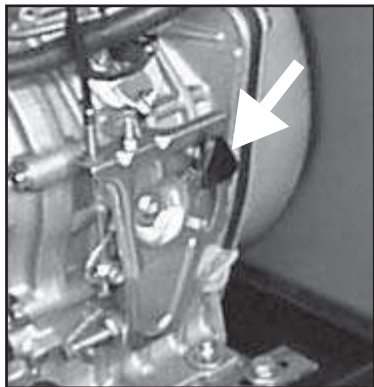

Fig.7
2) Versions moteur Yanmar: déplacer la commande de l'accélérateur, située sur le moteur (voir fig. 7) vers le haut. Dès que le moteur est complètement éteint, déplacer à nouveau la clé sur la position "OFF".